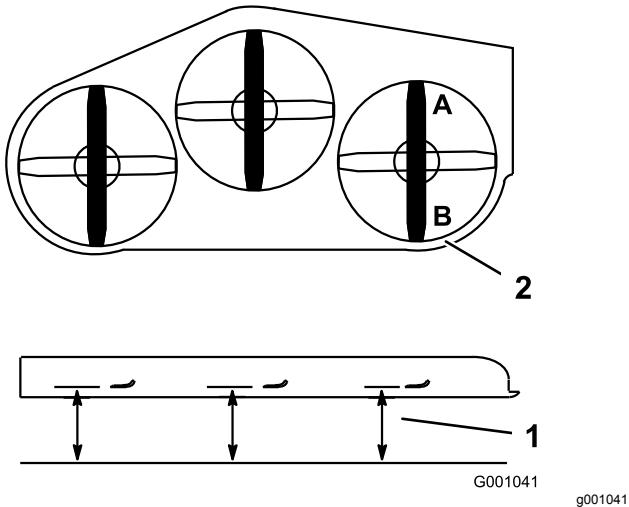

Bild 86
2. Stellen Sie 1 Messer in Längsrichtung. Messen Sie an den Stellen **A** und **B** von einer ebenen Oberfläche bis zur Schnittkante der Messerspitzen (Bild 86).